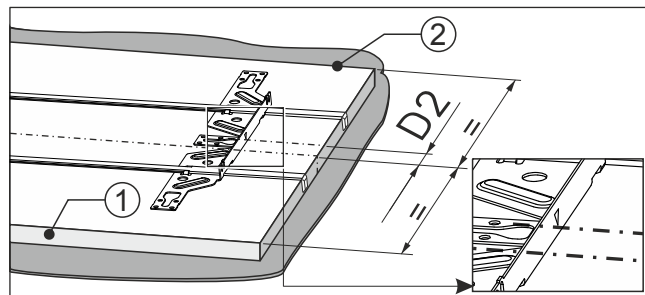

Fig. 92
- A rögzítő kereszttartó jelölése a jelölésre Fig. 92 (D2) esik.